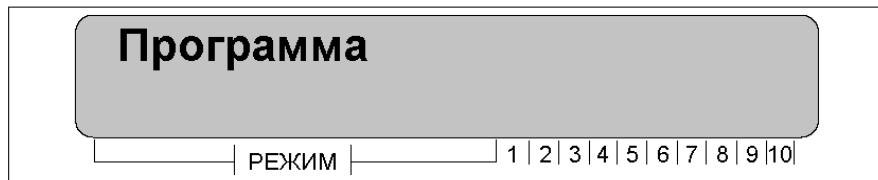

Рисунок 13
- осуществить вход в режим «**Программа**» клавишей «ВВОД», рисунок 13.